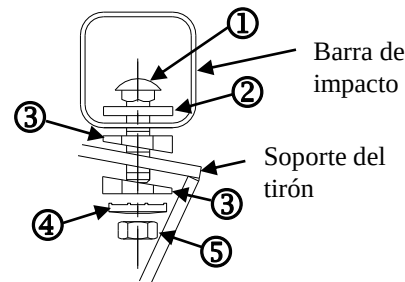

Figura 2. Hacia atrás →
①	Cant. (2)	Perno de carruaje 1/2-13 X 2.25 GR5	⑤	Cant. (2)	Tuerca hexagonal 1/2-13
②	Cant..(2)	Espaciador	⑥	Cant.(2)	Perno hexagonal 1/2-13 X 1.50 GR5
③	Cant (4)	Biselad espaciador	⑦	Cant.(2)	Tuerca de manija
④	Cant. (4)	Arandela cónica	⑧	Cant.(2)	Cable de halar
- Baje el silenciador y el tubo de escape al retirar todos los aisladores de hule, detrás del eje posterior. Habrá (2) ó (3) dependiendo del vehículo. Tenga cuidado de no dejar que los silenciadores caigan debajo de su propio peso. Nota: Rocíar un lubricante o agua jabonosa en el vástago del gancho de metal y el aislador de goma ayuda para el desmonte.
- Pegue los bloques al enganche antes de levantar el enganche a su posición. Oriente el bloques como se muestra. Ver Figura 2.